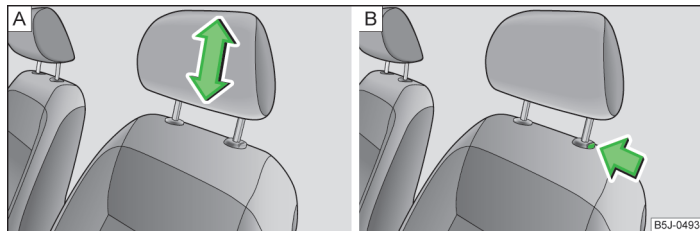

Fig. 42 Appuie-tête : réglage/démontage
- Attrapez des deux mains l'appuie-tête par les côtés et poussez-le vers le haut dans la position souhaitée » fig. 42 - **A**.
- Si vous souhaitez abaisser l'appuie-tête, appuyez et maintenez la touche de verrouillage » fig. 42 - **B** d'une main et poussez en même temps l'appuie-tête vers le bas de l'autre main.
- Poussez la touche de verrouillage dans le sens de la flèche » fig. 42 - **B** et retirez l'appuie-tête.